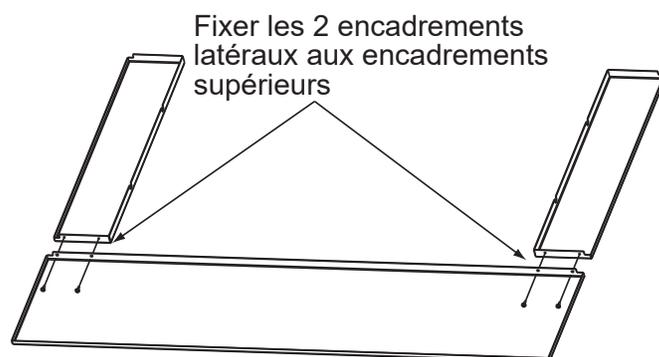

Figure 18.3
2. À l'aide du tournevis cruciforme, fixez les parties latérales de l'encadrement à la partie supérieure de l'encadrement en utilisant les 2 vis autotaraudeuses n° 8 fournies avec l'ensemble (Figure 18.3).